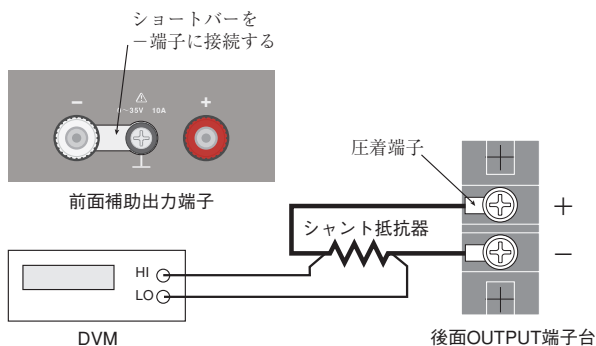

図 6-4 電流系の調整の接続
4. 図 6-4 のようにシャント抵抗器と DVM を接続します。